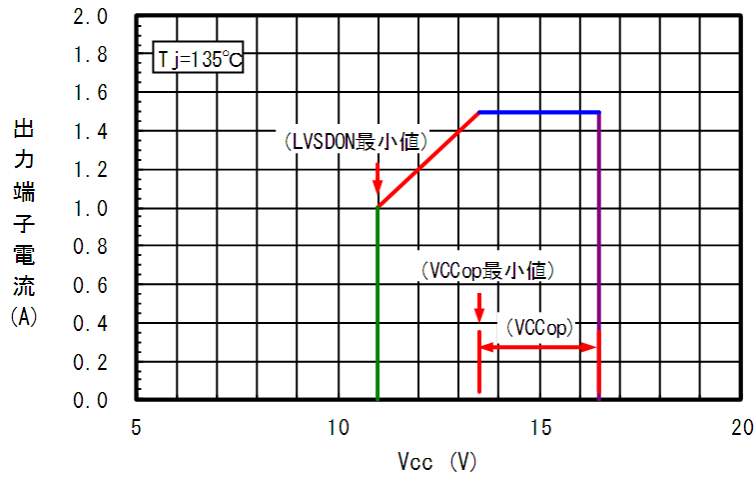
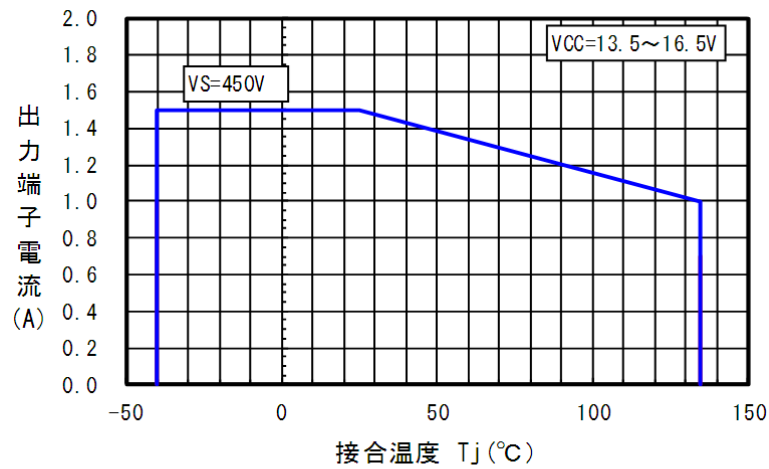

図4.2.1 Vccに対する電流ディレーティング
図4.3.1 接合温度に対する電流ディレーティング
Vcc電圧に対する電流ディレーティングを図4.2.1に示します。
出力端子の電流は、図4.2.1のディレーティングカーブ範囲内で使用してください。
接合温度に対する電流ディレーティングを図 4.3.1 に示します。
出力端子の電流は、図 4.3.1 のディレーティングカーブ範囲内で使用してください。
電流制限設定においては、電流制限用基準電圧 (V_{ref1}) ばらつき、ショット抵抗 (R_s) ばらつき、遅延時間を考慮し、ご使用の条件に応じて図4.2.1または図4.3.1のいずれか低い方の電流値以下としてください。